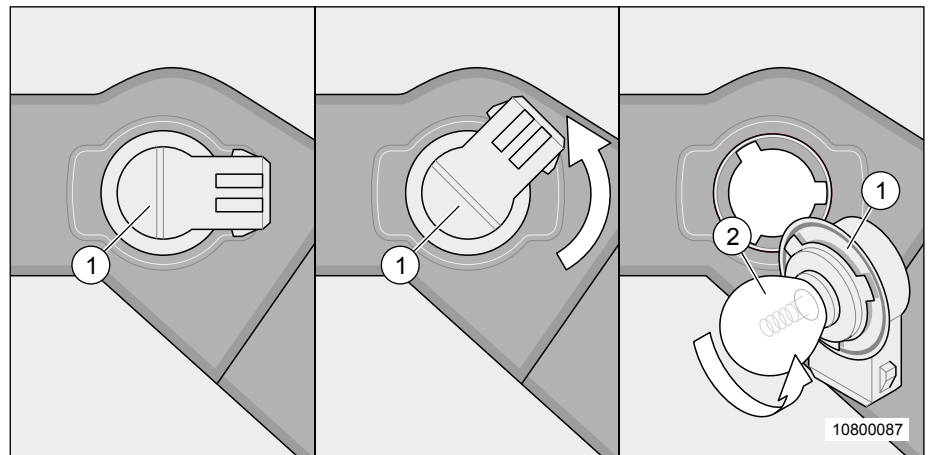

Fig. 125 Remplacement de l'ampoule du clignotant (face avant)
Si, lors du changement d'ampoule au niveau de l'éclairage avant (Fig. 125) on travaille avec un outil non approprié ou si le câble est trop sollicité, il y a risque de détérioration.
1. Tourner le culot (Fig. 125, pos. 1) dans le sens anti-horaire jusqu'en butée.
2. Retirer prudemment le culot (Fig. 125, pos. 1) en veillant à le tenir bien droit.
3. Pousser l'ampoule défectueuse (Fig. 125, pos. 2) vers le bas et la tourner dans le sens anti-horaire (fermeture à baïonnette).
4. Insérer la nouvelle ampoule (Fig. 125, pos. 2) dans le culot, appuyer dessus et la tourner dans le sens horaire.